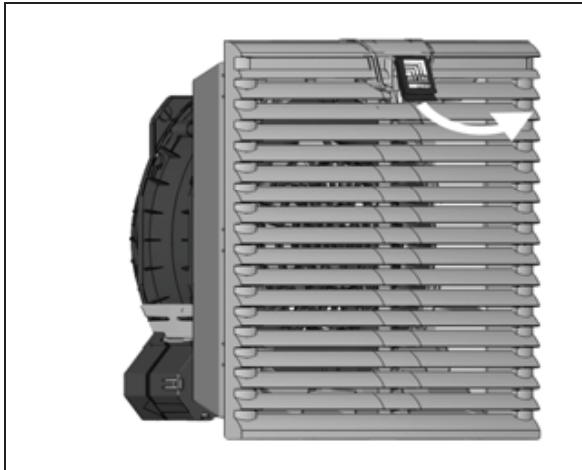

Fig. 6: Sblocco della griglia
- con un dito sollevare la linguetta del logo presente nella griglia (v. fig. 6)